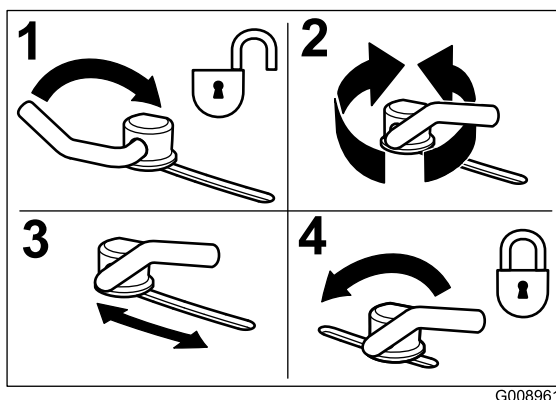

図 14
1. カム・ロックは、レバーをゆるめて調整する（図 14）。
3. 調整ができたらレバーを締めてバッフルとカム・ロックを固定する。（図 14）